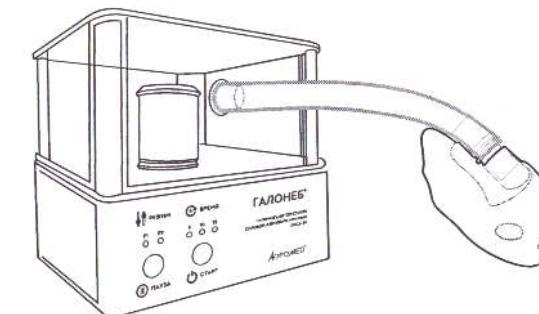

Рисунок 5.
7.7. Присоединить к штуцеру трубку гибкую с маской (Рис.5).